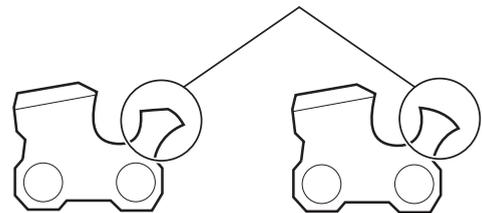

Fig. 36
- Après avoir abaissé le limiteur de profondeur, utilisez la lime plate pour restaurer la forme arrondie (Fig. 36). Veillez à ne pas endommager les bords de coupe ou les maillons d'entraînement adjacents.